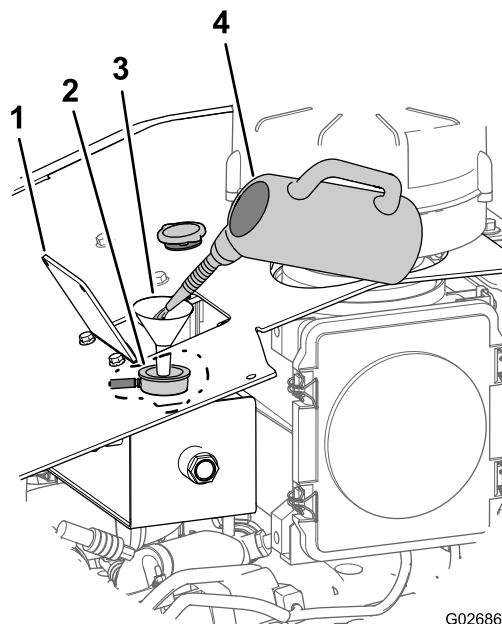

Рисунок 102
- B. Залейте чистящий раствор для системы охлаждения в систему охлаждения через заливную горловину бака регенерации (Рисунок 102).